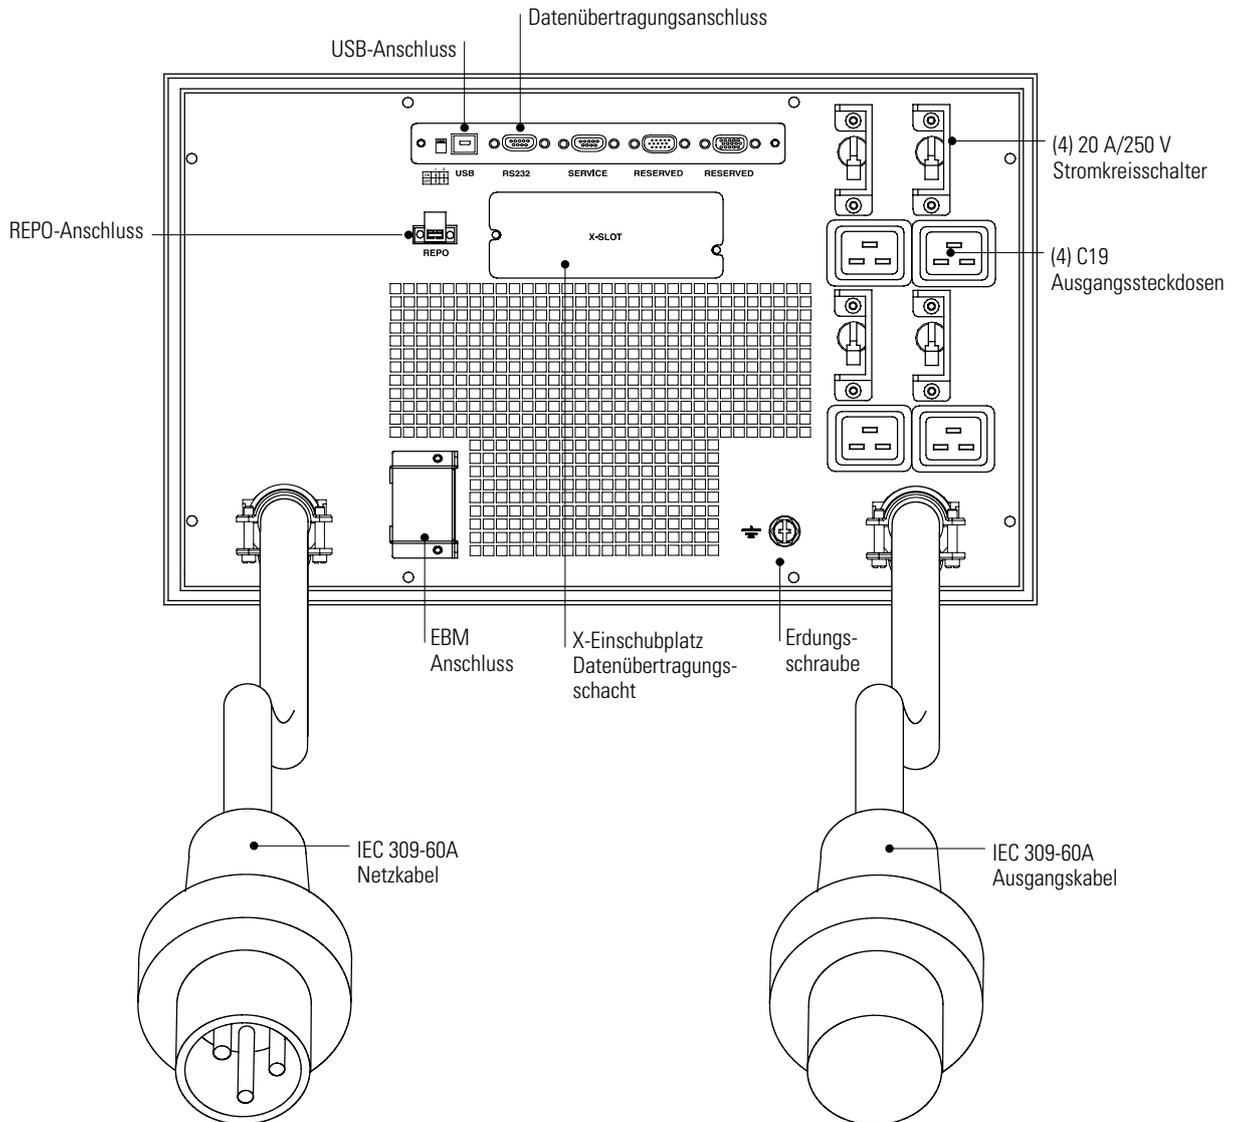

Abbildung 27. Rückseite der USV mit Steckdosen
3. Wenn das Gestell über Anschlüsse zum Erden ungeerdeter Metallteile verfügt, das Erdungskabel (nicht im Lieferumfang enthalten) an der Erdungsschraube anschließen. Siehe Abbildung 27 auf Seite 25 zur Position der Erdungsschraube.
4. Die zu schützenden Geräte an die entsprechenden Ausgangssteckdosen der USV anschließen, aber nicht die geschützten Geräte einschalten (siehe Abbildung 27).